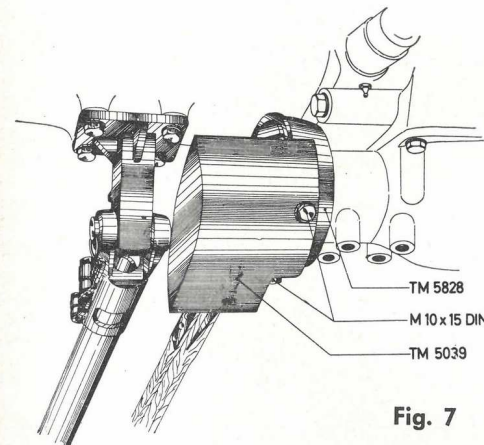

Fig. 7
- Fixer le boîtier protecteur TM 5039 à la cloche TM 5828 au moyen des 2 vis 6 pans M 10×15 (Fig. 7).